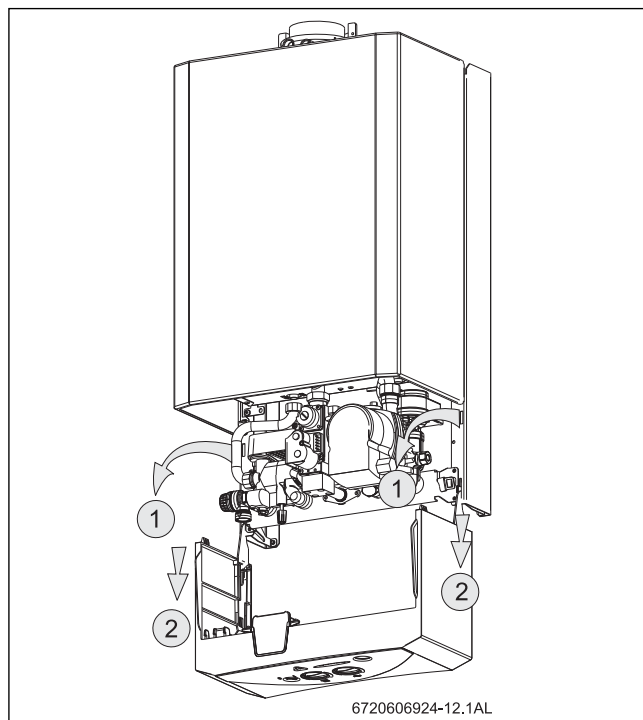

Fig. 10 Posición de servicio para tener acceso al sistema hidráulico y electrónico
- ▶ Para retirar completamente el panel de mandos estando posicionado según Fig. 10, levántelo y tire de él hacia adelante.